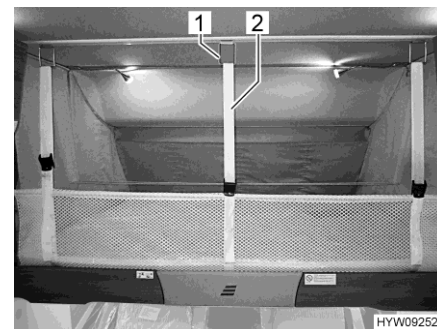

Bild 92 Skyddsnät (höjbar säng)
- Lossa säkerhetsremmarna (Bild 92,2) och lägg skyddsnätet under madrassen.
- Haka fast säkerhetsremmarna (Bild 92,2) i krokarna (Bild 92,1) i taket.